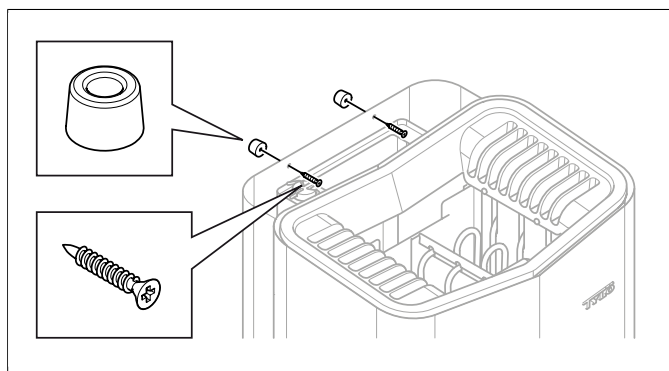

Рисунок 12: Установите шайбы
10. Установите шайбы между устройством и стеной (для предотвращения приподнимания устройства) (см. **Рисунок 12**, страница 6).